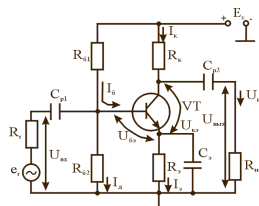

Рис. 5 – Схема усилителя
26. Рассчитать фазовый сдвиг, обусловленный влиянием входного разделительного конденсатора C_{p1} на f_H в резистивном усилительном каскаде ОЭ (рис. 5), если известны R_g , $R_{б1}$, $R_{б2}$, r_b , $\beta_{ср}$, R_k , E_k , R_3 , U_0 , R_3 , ($C_3 \rightarrow \infty$).
31. Найти сквозной коэффициент усиления на средних частотах усилительного каскада ОЭ (рис. 5), если задано: $R_B, R_K, R_H, R_{B1}, R_{B2}, g_b, \beta_{\text{ср}}, I_{0K}$.
33. Во сколько раз изменится входное сопротивление резистивного усилительного каскада по схеме ОЭ (рис. 5) на средних частотах при обрыве конденсатора C_3 , если известно $R_{B1}, R_{B2}, \beta_{\text{ср}}, g_b, I_{0э}, R_K, R_H, R_3$.
34. Во сколько раз изменится сквозной коэффициент усиления резистивного усилительного каскада по схеме ОЭ на средних частотах (рис. 5) при обрыве конденсатора C_3 , если известно $R_{B1}, R_{B2}, \beta_{\text{ср}}, g_b, I_{0э}, R_K, R_H, R_3$.
35. Рассчитать сопротивления резисторов делителя в усилительном каскаде ОЭ (рис. 5), если положение рабочей точки задано методом фиксированного напряжения и известно, что $E_K, U_{0б}, U_{0кэ}, R_K, R_3, R_H, \beta_{\text{ср}}$. Определить рабочие напряжения на всех конденсаторах.
36. Рассчитать сопротивления резисторов в типовом усилительном каскаде ОЭ (рис. 5), если известно: $E_K, U_{0кэ}, I_{0K}, U_{0бэ}, \beta_{\text{ср}}$. Номиналы резисторов выбрать из ряда. Определить мощность, выделяемую на каждом резисторе, и рабочие напряжения на всех конденсаторах.